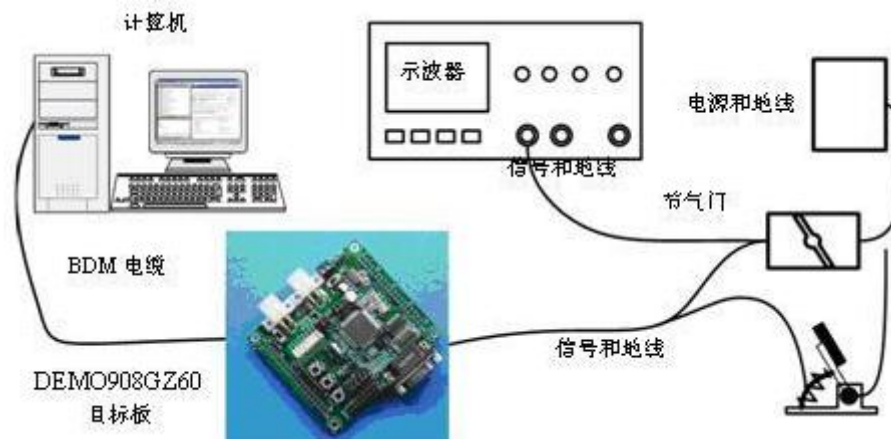

图 1.1 模拟信号采集处理实验硬件框图
- (1) **用示波器观察踏板位置信号/压力传感器输出信号模拟量变化情况:** 任意选择油门踏板、节气门体, 或者压力传感器输出信号中的一个, 用导线连接电路, 让电源给其供电, 改变踏板或节气门的位置, 用示波器观测其输出信号, 了解传感器输入和输出之间的对应关系; 硬件框图如图 1.1 所示。